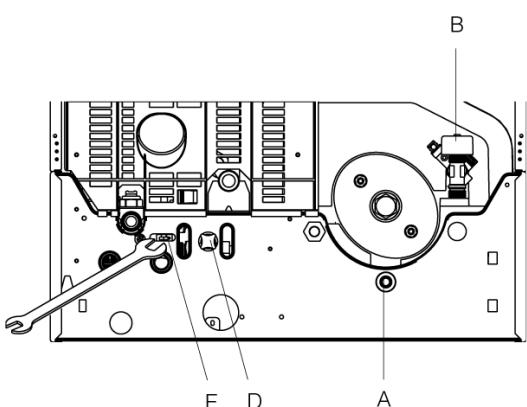

Рис. 3.11
- ослабьте клапан (**E**) через отверстие, расположенное в дне котла (рис. 3.11)